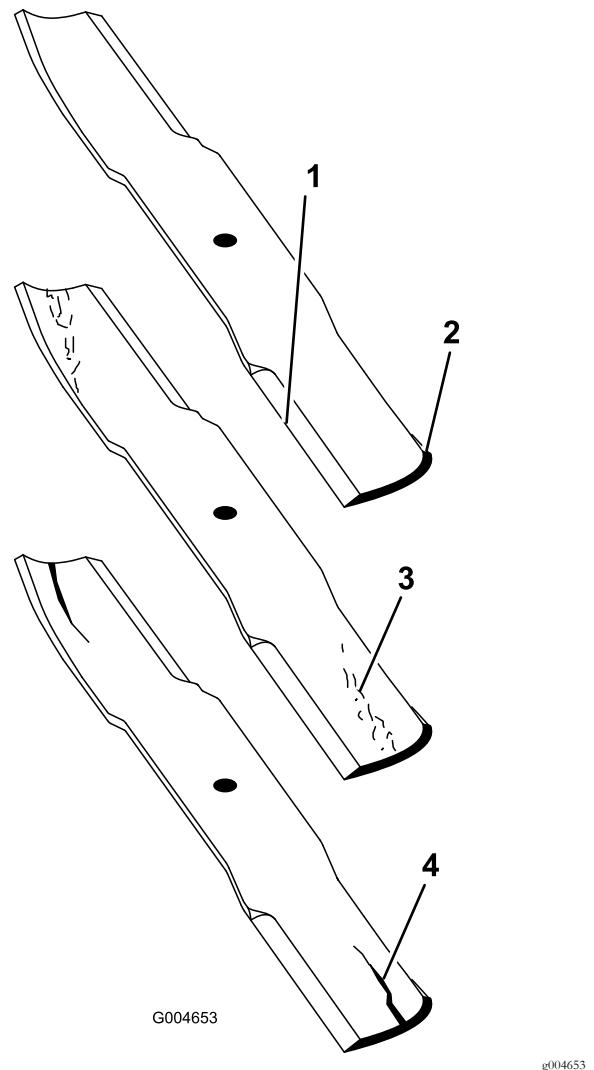

图77
2. 仔细检查刀片的剪草端特别是刀片平面和曲面交接的部分 (图77)。
注意 由于沙子和研磨材料可能导致连接刀片平面与曲面的金属磨损请在使用剪草机之前检查刀片。如果看到出现磨损 图77 请更换刀片。